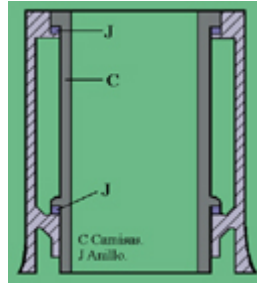

Fig. 5
- Bloque de camisas húmedas (**fig. 5**)